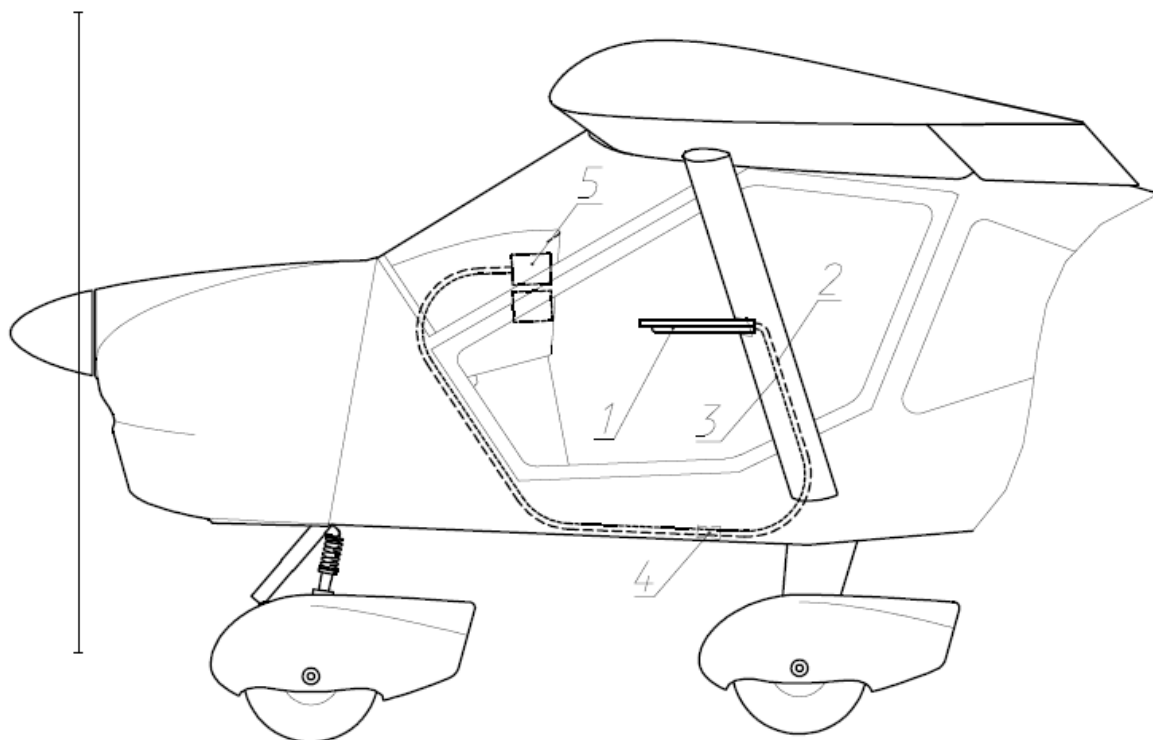

Fig. 14 : Système pression Statique et Totale.
Ce système fournit la pression totale (dynamique) et statique de l'air extérieur aux instruments mesurant les paramètres de vol : vitesse air, taux de montée et altitude. Le système se compose d'une sonde de pression totale et statique (1) et d'une durite de pression totale (2) et statique (3), les reliant aux instruments (**voir Fig. 14**). Les durites de pression totale et statique ont des raccords (4) permettant de les déconnecter lorsque l'aile gauche est retirée lors d'un démontage.